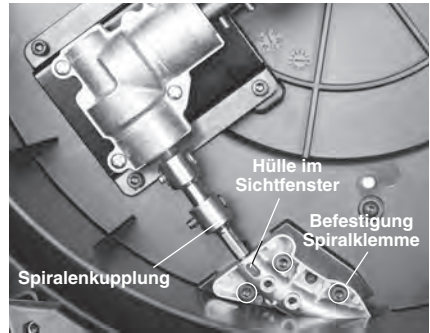

Abbildung 16 – Wechseln der Spirale
7. Bauen Sie die Maschine in umgekehrter Reihenfolge wieder zusammen und schrauben Sie alle Befestigungen wieder fest. Sicherstellen, dass die Hülle bis zum Ende des Sichtfensters in der Spiralklemme reicht (siehe Abbildung 16).